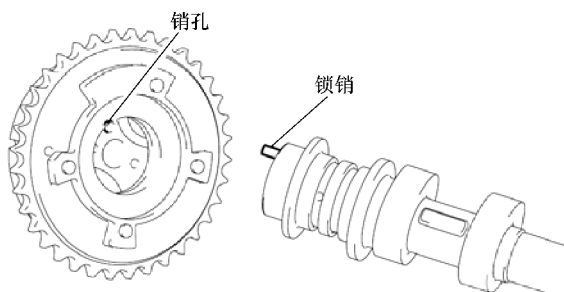

图 12-15 装上凸轮轴正时齿轮
6) 如图 12-15 所示，将凸轮轴的锁销与凸轮轴正时齿轮的销孔对准并装上。